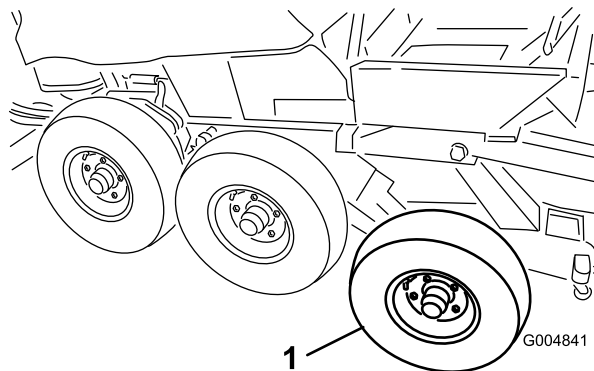

Figura 119
45. Retire los neumáticos delantero y central del conjunto de invierno (Figura 119).